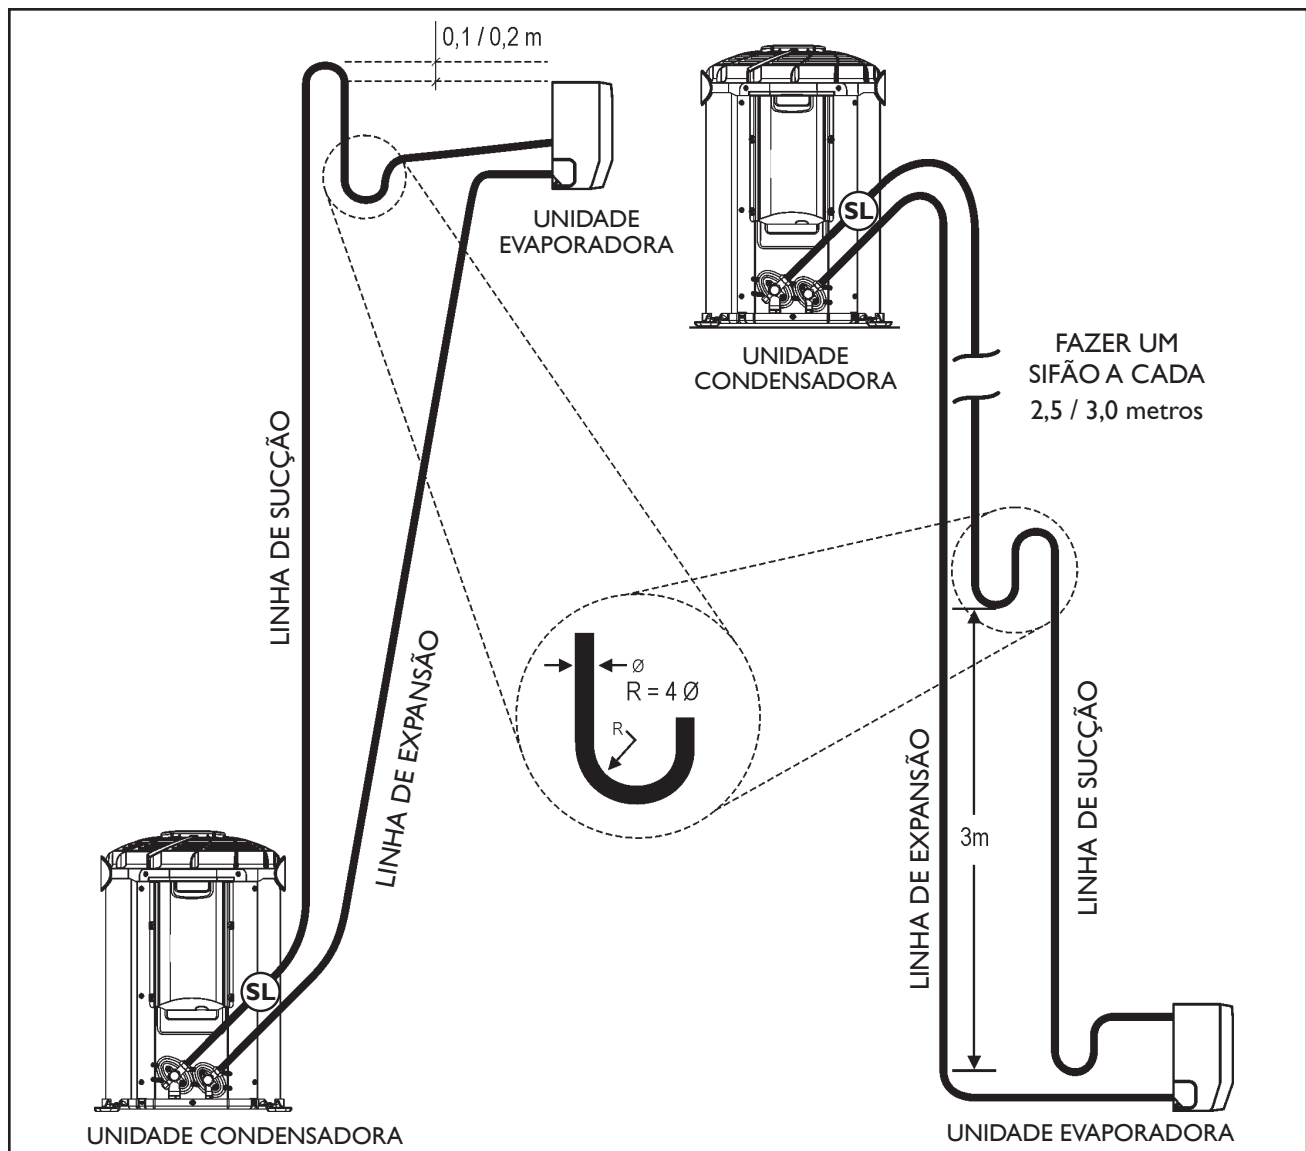

FIG. 21 - INSTALAÇÃO LINHAS DE INTERLIGAÇÃO
- 1º Elevar a linha de expansão acima da unidade condensadora antes de ir para a unidade evaporadora (0,1m para modelos 38K_09 e 12 e 0,2m para 38K_18 e 38K_22), quando a evaporadora estiver abaixo da condensadora. (Fig. 21)
- 2° Elevar a linha de sucção acima da unidade evaporadora antes de ir para a unidade condensadora (0,1m para modelos 38K_09 e 12 e 0,2m para 38K_18 e 38K_22), quando a evaporadora estiver acima ou no mesmo nível da condensadora. (Fig. 21)
- 3° Fazer sifões nas subidas da linha de sucção a **cada 2,5 m** para os modelos 38K_09 e 12 e a **cada 3,0 m** para os modelos 38K_18 e 38K_22, incluindo a base (saída da evaporadora). Caso o desnível seja menor que 3m faça apenas na base. (Fig. 21)